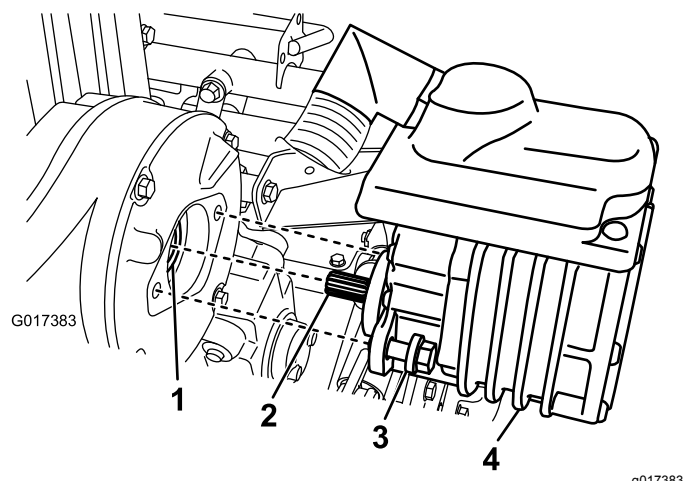

図 38
2. モータをトランスミッションケースに固定している2本のボルトを外す 図 38。
4. グリスガンを使って、トランスミッションケースのメスのカップラに1回か2回のポンプ操作でグリスを注入する 図 38。